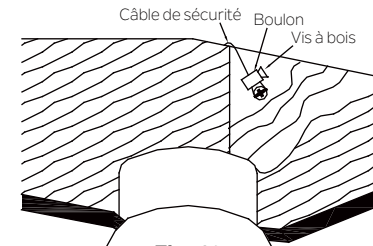

Fig. 12
Étape 2. Insérez le câble de sécurité à travers le support de montage et l'un des trous dans le boîtier externe dans le plafond. Ajuster la longueur du câble de sécurité pour atteindre la vis et les rondelles en tirant le câble supplémentaire à travers le serre-câble jusqu'à ce que la longueur totale soit correcte, remettre l'extrémité du câble à travers le serre-câble en formant une boucle à l'extrémité du câble. Serrer fermement le serre-câble. Placer la boucle à l'extrémité du câble de sécurité sur la vis à bois et sous la rondelle. Serrer correctement la vis à bois. (Fig. 12)